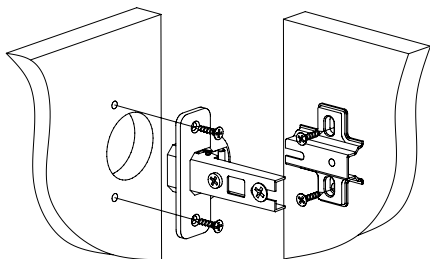

Рис.4
4. С помощью шурупов 3,5x16 установите петли на фасады. Ответные планки петель установите на деталях 3, 4 и 5 (Рис. 4).